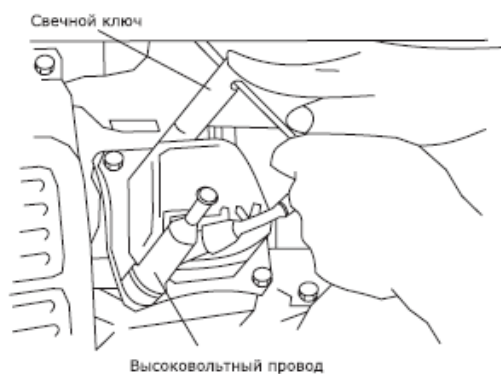

Рис. 5
2. Отсоедините высоковольтный провод (рис.5).